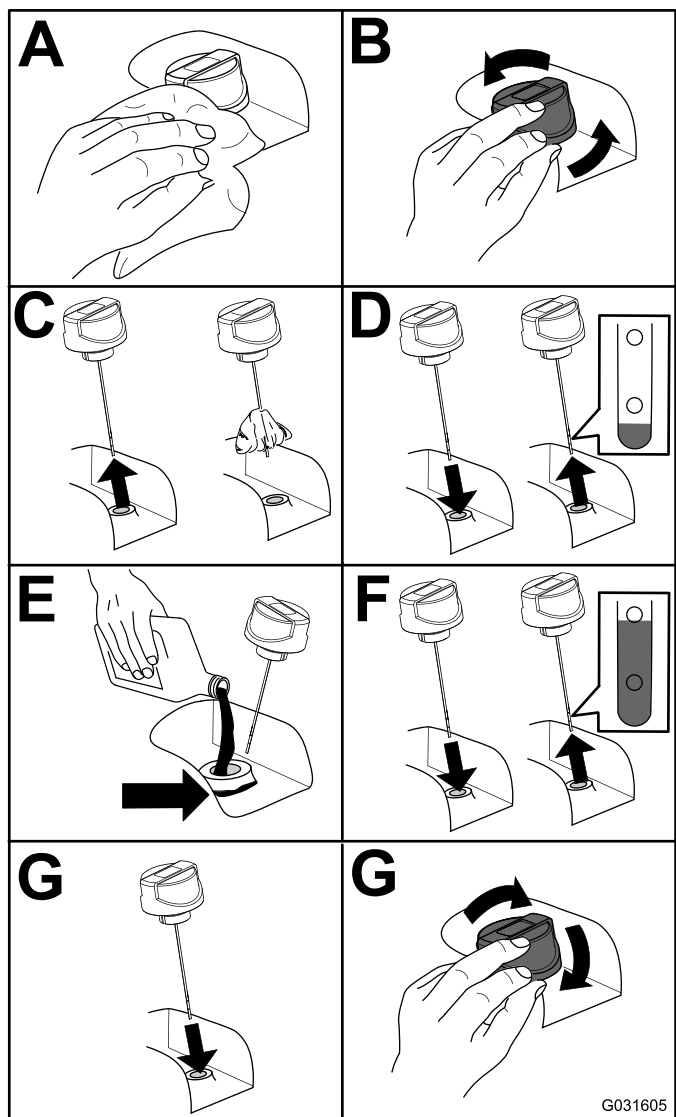

Figure 67
2. Contrôlez le niveau du liquide hydraulique (Figure 67).
5. Remplissez le réservoir de liquide hydraulique (Figure 67).